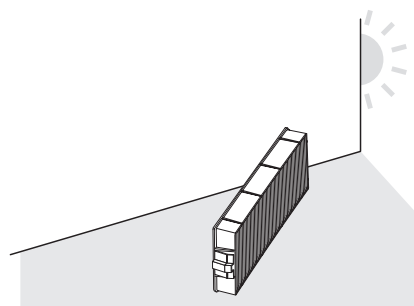

Fig. 2
**2) Séchez le filtre à air. (Fig. 2)**